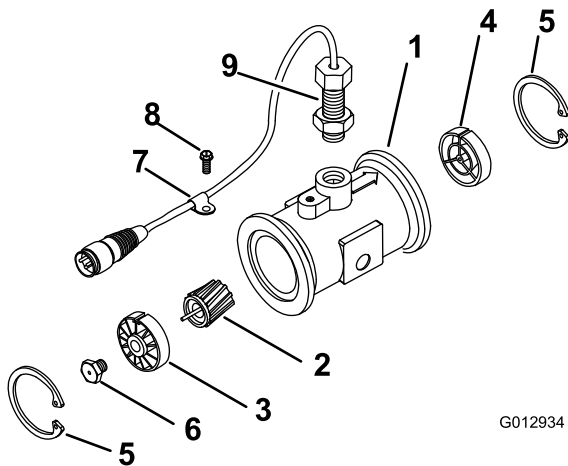

Bild 62
3. Entfernen Sie den Haltering an der vorgeschalteten Seite (Bild 62).